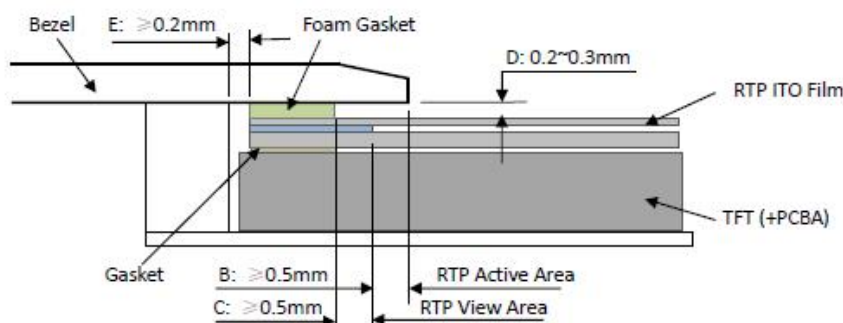

Figure 4
- It should bezel touching the RTP Active Area (A.A.) to prevent abnormal touch. It should left gap $D=0.2\sim 0.3\text{mm}$ in between. (Figure 4)
It is suggested to protect those areas with gasket (between the bezel and RTP). The suggested figures are $B\geq 0.50\text{mm}$; $C\geq 0.50\text{mm}$. (Figure 4)
- The bezel side wall should keep space $E=0.2\sim 0.3\text{mm}$ from the RTP. (Figure 4)
- 为避免面框直接压在动作区 (A. A.) 上造成误动作，面框与电阻触摸屏 (RTP) 之间应留有一定的空隙 $D=0.2\sim 0.3\text{mm}$ 之间。（附图 4）
- 设计面框时，要注意用面框保护触摸屏四周的非保证操作区域，因为布线区域在此处形成一台阶，在此区域附近操作时 ITO Film 变形较大，容易导致 ITO 损坏而降低寿命。为保护 RTP 和避免误操作，在 RTP 与面框之间垫缓冲物 (Gasket)，我们建议设计面框应覆盖动作区的边缘，面框边缘到 V. A. 区的距离 $B\geq 0.50\text{mm}$ ；垫圈内边缘到 V. A. 区的距离 $C\geq 0.50\text{mm}$ 。（附图 4）
- 在设计面框与 RTP 组装时，应考虑到面框内侧与 RTP 外侧的间距 $E\geq 0.2\text{mm}$ 。（附图 4）